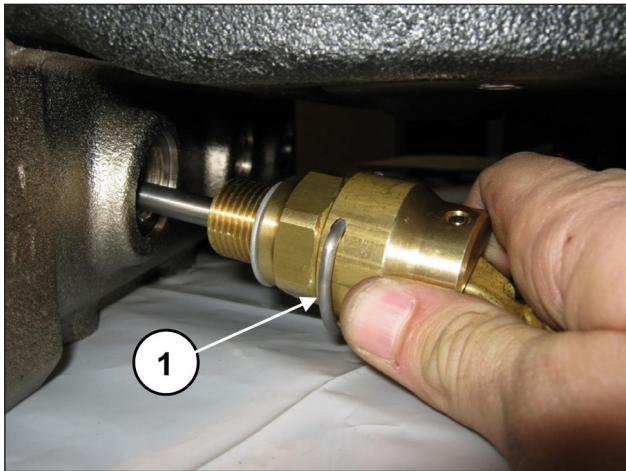
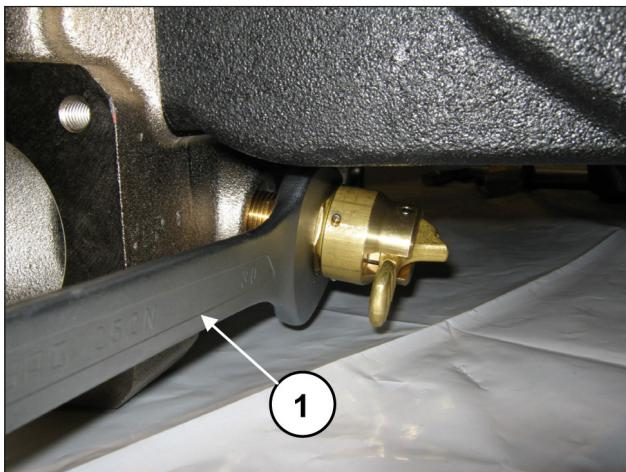

图 166
图 167
安装阀门打开装置(位置①，图 166)并通过30毫米扳手(位置①，图 167)拧紧。